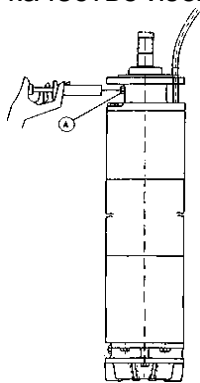

Рис. 3
**3.2.** Двигатели поставляются уже наполненные водой. Перед установкой необходимо проверить, не понизился ли уровень. При наполнении образуются воздушные пузырьки, которые поднимаются к поверхности вместе с постоянно выделяющимися в воде воздушными пузырьками. Для проверки уровня установите двигатель в вертикальное положение (рис. 3).